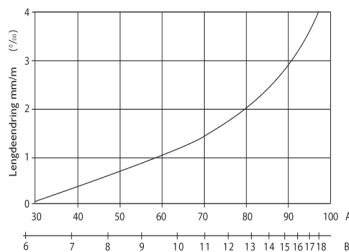

Fig. 1
Disse retningslinjene gjelder for montering av Forestia Ergospon, en underlagsplate i format 16/18x410x1820mm med 4-sidig not/fjær. Produseres i std kvalitet P6. Forestia Ergospon inneholder 5–8% fuktighet levert fra fabrikk, som tilsvarer likevekt med 20–50% RF. (fig. 1.) Det er derfor meget viktig at byggfukten holdes under kontroll ved hjelp av ventilering og oppvarming.
Platene vil bevege seg noe med variasjoner i luftfuktigheten. En kan regne med en dimensjonsendring i plate-planet på ca. 1,5mm/m ved endring av relativ luftfuktighet fra 30 til 65 % (fig. 1).
Forestia Ergospon innehåller 5–8 % fukt från fabrik, vilket motsvarar jämvikt med 20–50 % RF. (bild 1) Det är därför mycket viktigt att hålla byggfukten under kontroll med hjälp av ventilation och uppvärmning.
På grund av variationer i luftfuktigheten kommer skivorna att röra sig något. Man kan räkna med en dimensionsförändring på ca 1,5 mm i skivytan om den relativa luftfuktigheten ändras från 30 till 65 % (Fig. 1).
Forestia Ergospon contains 5–8% moisture delivered from the factory, which corresponds to an equilibrium relative humidity (RH) of 20–50%. (Fig. 1). It is therefore essential that humidity in the building is kept under control by means of ventilation and heating.
The panels will move to some degree when variations in humidity occur. A dimensional change of approx. 1.5 mm per metre can be expected on the panel plane with a change of relative humidity from 30% to 65% (Fig. 1).